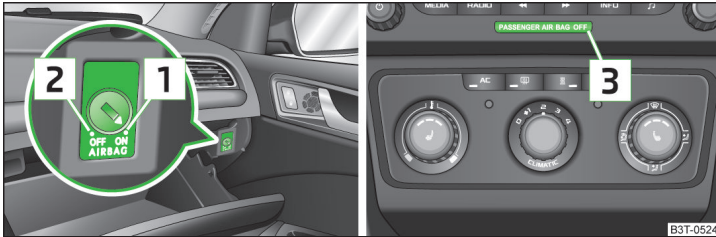

Abb. 13 Schlüsselschalter für Beifahrer-Frontairbag / Kontrollleuchte für Beifahrer-Frontairbagab/-einschaltung
- Die Kontrollleuchte **OFF**   » Abb. 13 auf Seite 20 leuchtet nach dem Einschalten der Zündung auf.
- › » Abb. 13 **OFF** vorsichtig drehen.
- › » Abb. 13 **ON** vorsichtig drehen.